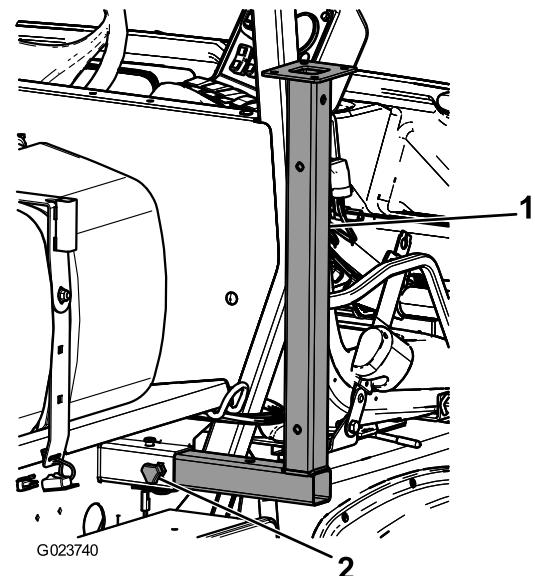

Figura 28
1. Coloque los gatos delanteros boca abajo en el bastidor cerca de los puntos de amarre delanteros (Figura 28).